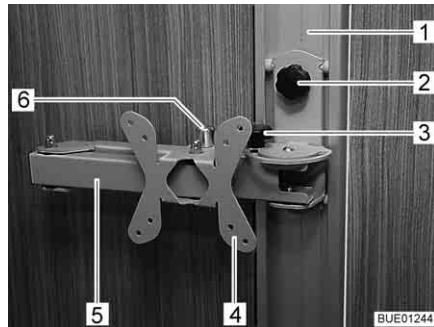

Fig. 54 Soporte sobre riel
- Soltar el tornillo de torniquete (Fig. 54,2) y desplazar el soporte (Fig. 54,4) del riel (Fig. 54,1) hasta la altura deseada.
- Aflojar el tornillo de torniquete (Fig. 54,3).
- Tirar del botón de desbloqueo (Fig. 54,6). El brazo articulado (Fig. 54,5) estará desbloqueado.
- Volver a apretar el tornillo de torniquete (Fig. 54,3).
- Girar la pantalla plana de regreso a la posición inicial hasta que el brazo articulado (Fig. 54,5) engatille en el bloqueo de forma audible.
- Soltar el tornillo de torniquete (Fig. 54,2), desplazar el soporte (Fig. 54,4) hasta la altura deseada, y volver a apretar el tornillo de torniquete.